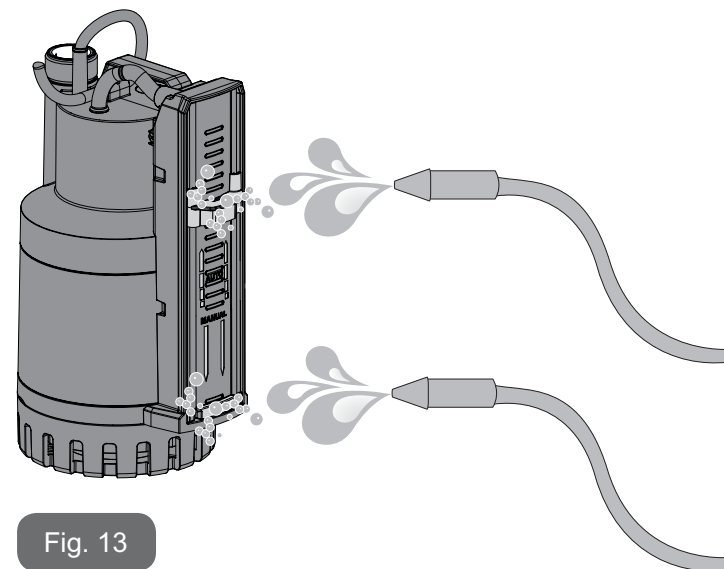

Fig. 13
- Rengör sondaerna med en ren vattenstråle (fig. 13).